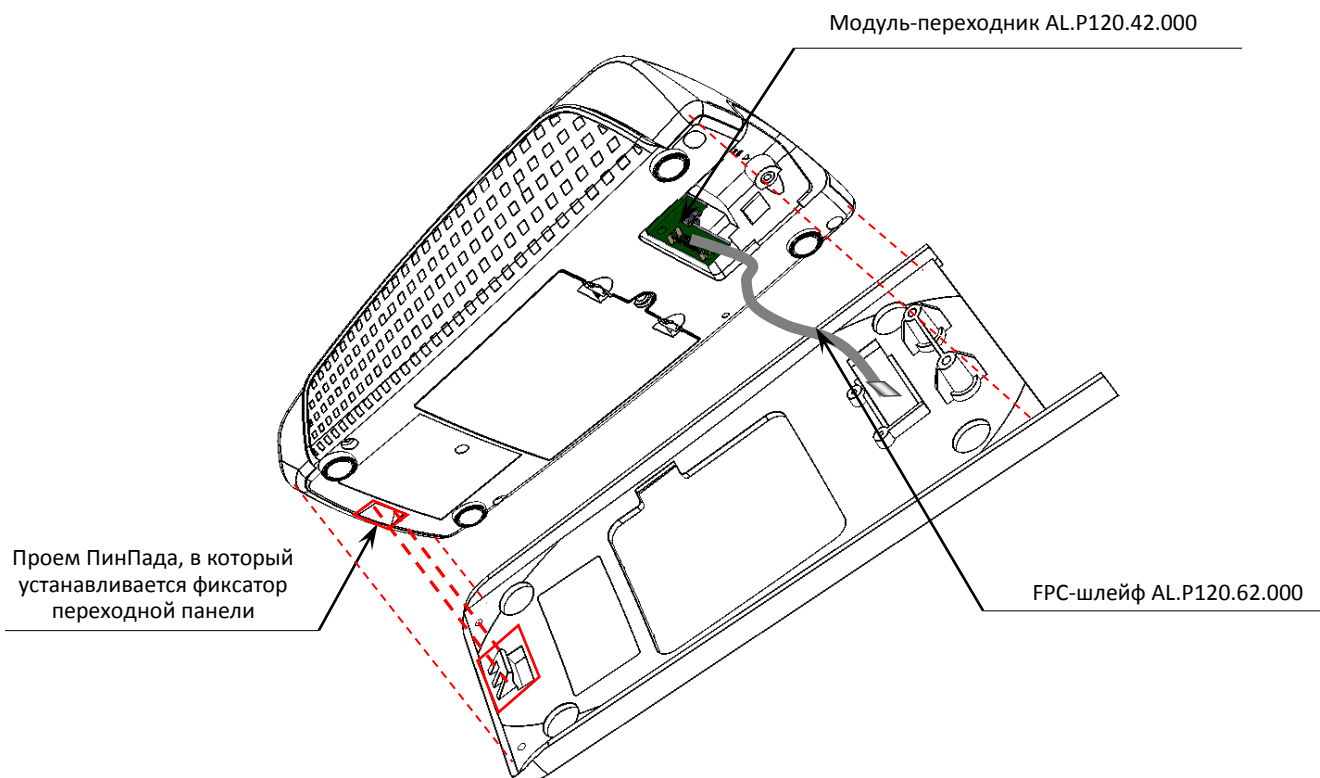

Рисунок 14. Отделение переходной панели AL.P120.01.002 от ПинПада
4. Аккуратно совместить ПинПад с переходной панелью, при этом фиксатор переходной панели должен быть установлен в проем ПинПада – ПинПад должен быть плотно совмещаться с переходной панелью (см. рисунок 14).